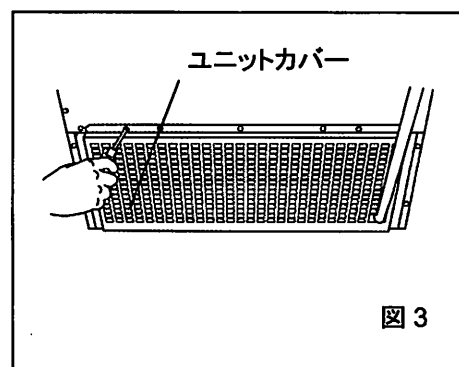

図3
4. 製品背面下部のユニットカバー(金網)を外し(図3)、自記温度記録計感温部を製品背面に通してください。